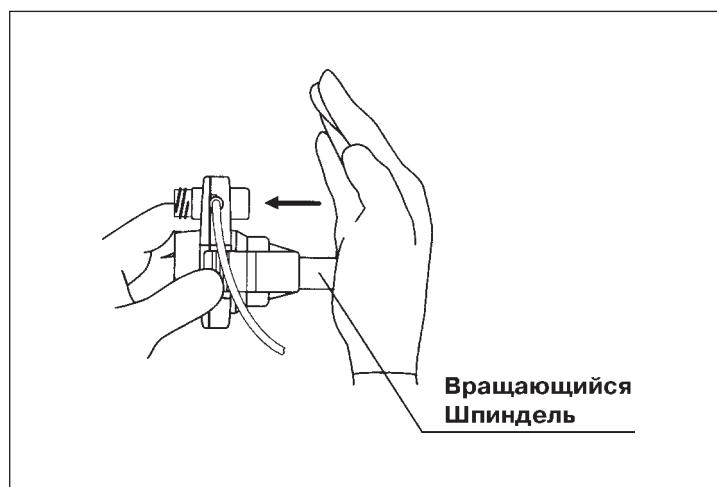

Рис. 3.2
2. Вращающийся Шпиндель следует до упора вдвинуть внутрь Водяного Насоса (См. рис. 3.2). При отсутствии ощущения упора при вдвигании Шпинделя, его следует выдвинуть и повторить манипуляцию.